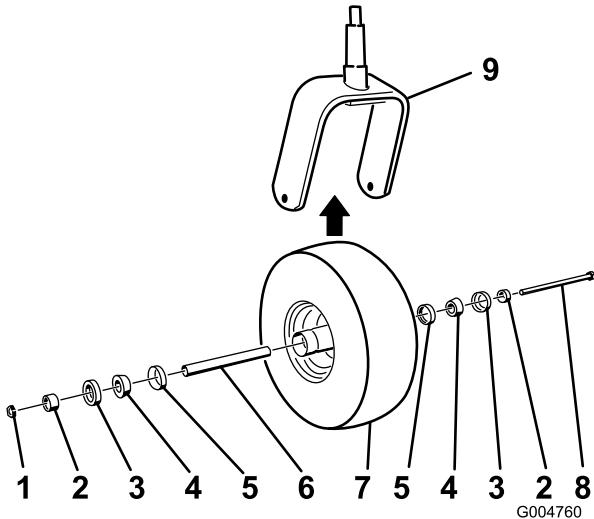

Figura 48
5. Monte a roda empurrando os rolamentos cónicos e vedantes, cheios de massa lubrificante, para dentro do cubo da roda, posicionado conforme ilustrado em Figura 48.